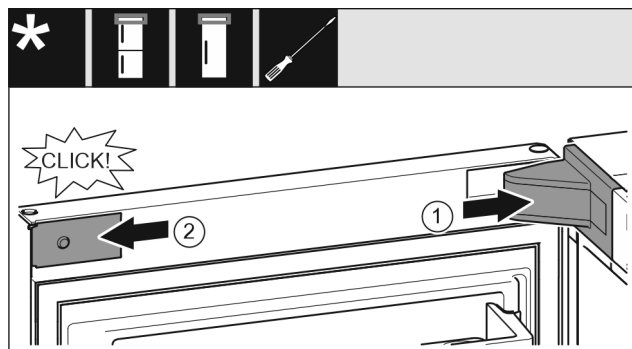

Fig. 63
- ▶ Установите и зафиксируйте крышку опорного кронштейна Fig. 63 (1), при необходимости осторожно разомкните ее.
- ▶ Установите накладку Fig. 63 (2) сбоку и зафиксируйте.